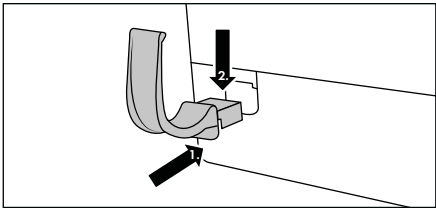

Fig. 1
- ◆ Vendosni mbajtësen e tubit 16 në hapjen e pajisjes dhe rrëshqiteni poshtë për një fiksime të sigurt (shih Fig. 1).